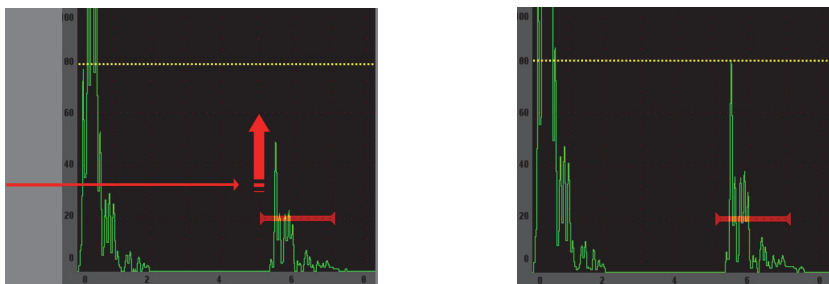

図 2-9 自動 XX% 機能
- [2ND F]、(自動 XX% : Auto XX%) を押すと、自動 XX% 機能が有効になります。この機能は、ゲート設定したエコー振幅がフルスクリーン高さの XX% に設定されるように、ゲインを自動的に調整します (デフォルトの XX 値は 80 % です)。 (33 ページ図 2-9 を参照)。